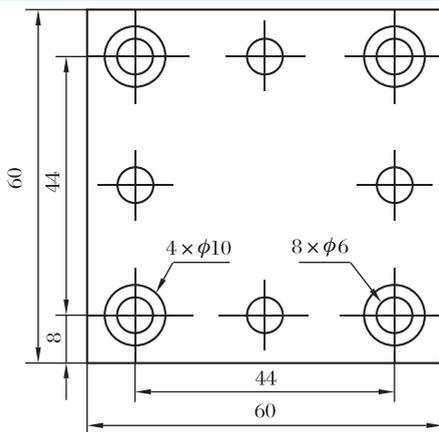

图 2-2 凸形锉配划线样图
- (1) 提供毛坯件。
- (2) 提供凸形锉配划线样图 (图 2-2)。